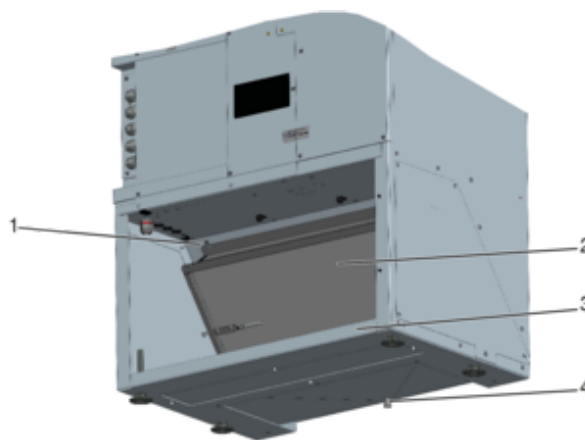

Abb. 40: Wärmeübertrager SCHOOLAIR-V-HE
Wärmeübertrager (Abb. 40 /2) durch lösen der beiden Kreuzschlitzschrauben (Abb. 40 /1) lösen und nach oben aus dem Gerät ziehen.
7. ▶ ■ Die Kondensatwanne (Abb. 40 /3) mit handelsüblichen Reinigungs- oder Desinfektionsmitteln reinigen.
- Kondensatablauf (Abb. 40 /4) (optional) auf freien Ablauf prüfen.